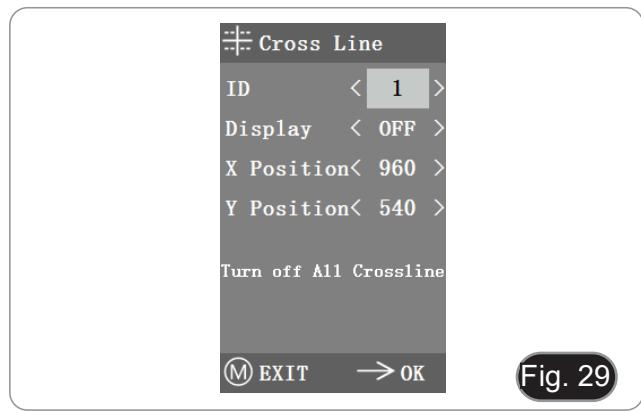

Fig. 29
- 1. Enter the Cross Line menu. (Fig. 29)